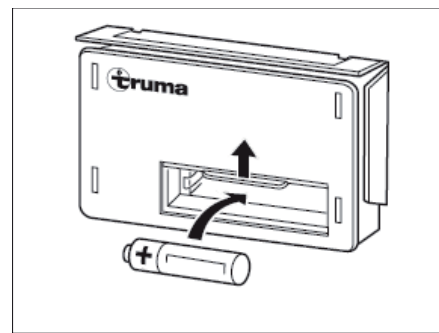

Bild 110 Batteribyte
- Skjut locket på automattändningens batterifack (Bild 110) uppåt.
- Sätt i ett nytt batteri av samma typ med polerna (+/-) åt rätt håll i automattändningens batterifack (Bild 110). Använd endast temperaturbeständiga (+70 °C) mignon-batterier, som inte kan läcka.